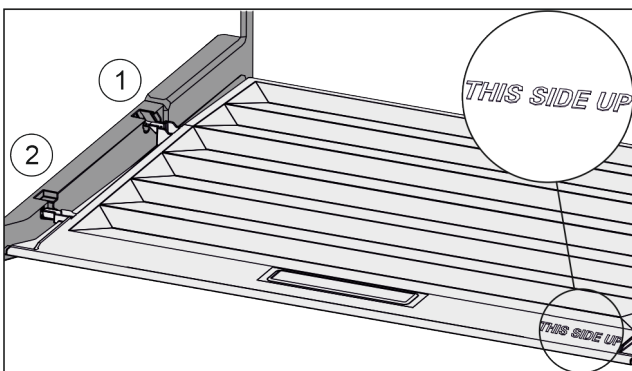

Fig. 129
- ▶ Introduzca los nervios de la tapa por la abertura del soporte trasero Fig. 129 (1) y encájelos por delante en el soporte Fig. 129 (2).